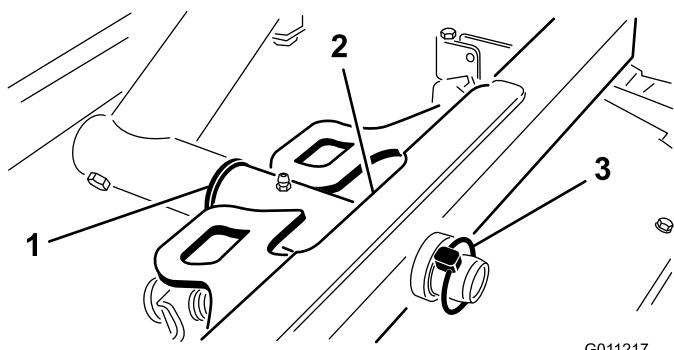

図 17
2. ピボット・ロッドに、カッティングユニットのキャリアフレームを取り付け、リンチ・ピンで固定する（図 17）。